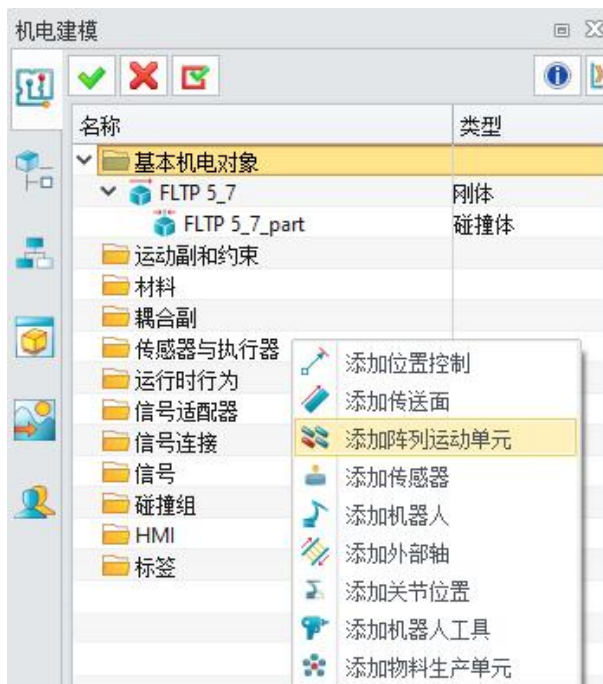

图 7-9: 添加阵列运动
- 在“传感器和执行器”面板中右键单击，然后选择“添加阵列运动单元”。（图 7-9）